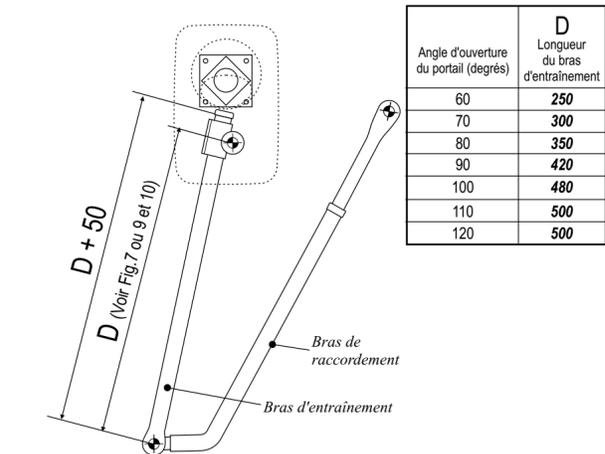

Figure 6 Ajustement de la longueur du bras d'entraînement
- Pour les installations par montage mural utilisez le tableau sur la Fig 6.
- Adaptez le bras d'entraînement et l'ensemble de transmission à l'arbre de sortie du moteur comme le montre la Fig 6.